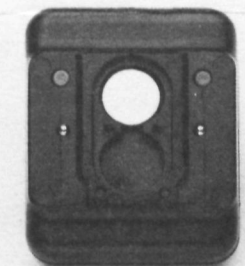

Fig. 20
- insérer la pile neuve tout d'abord dans la case vide extraire ensuite la pile usée (fig. 20 + 21)
- inserire anzitutto la nuova pila nel vano d'alloggio pila vuoto (fig. 20 + 21)